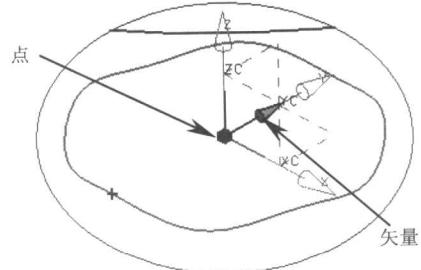

图1-28
6. 使用【分割曲线】功能中的【按边界对象】方式，选择本例第 3 步操作创建的规律曲线作为分割的曲线，然后以【点和矢量】方式，参照图 1-28 所示指定点和矢量，分割曲线。